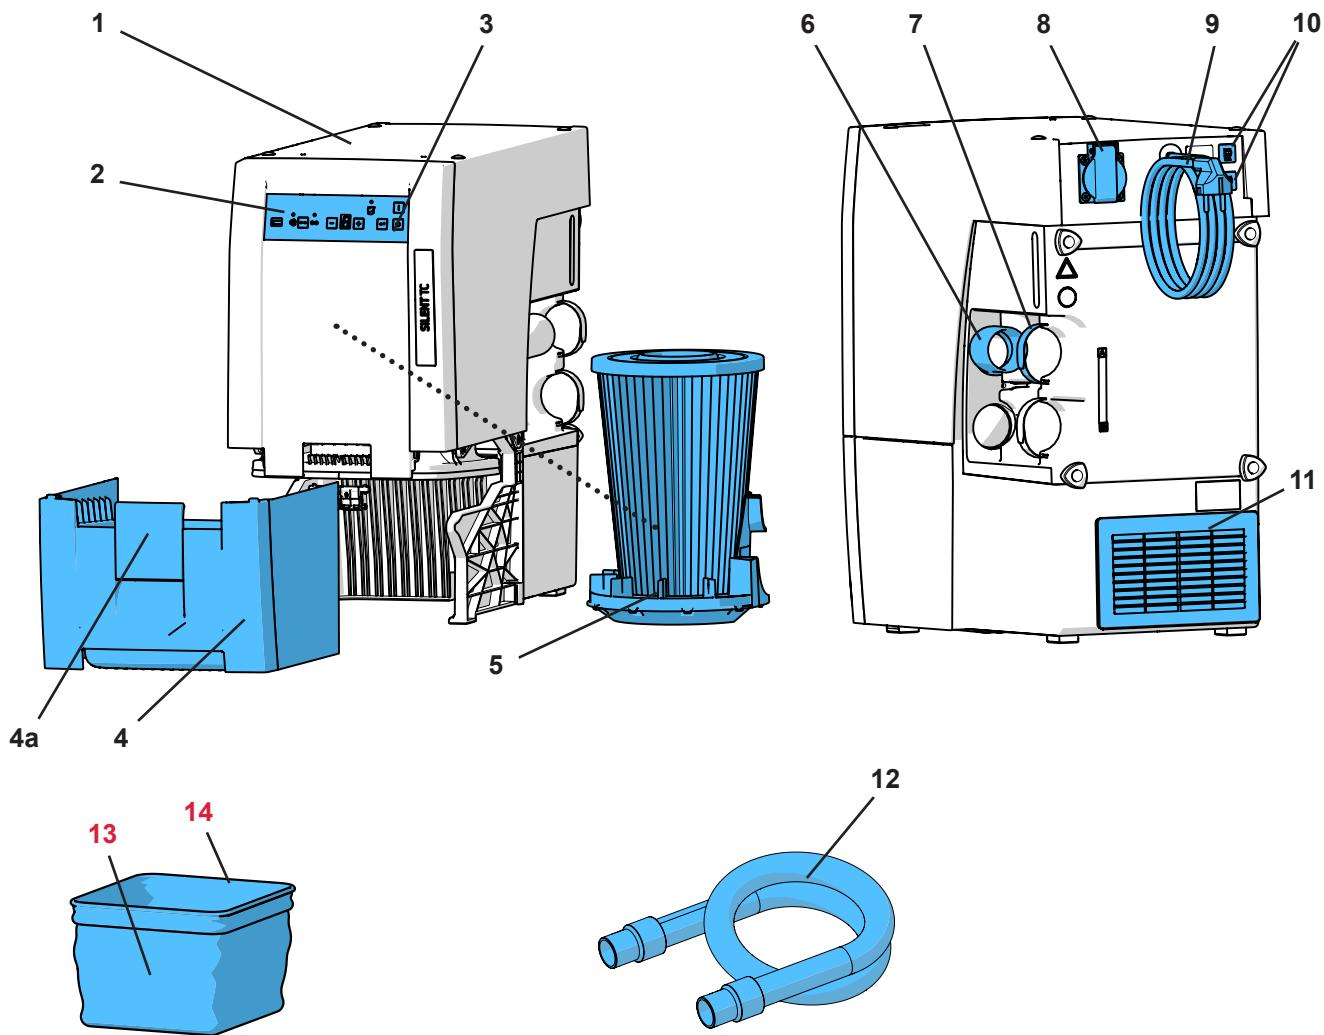

Fig. 1
- la fuoriuscita dell'aria di scarico (11, Fig. 1) non sia ostacolata.
- Utilizzare uno scarico aria esterno (A) (vedi cap. 4.6).
- Apertura sul lato posteriore dell'armadio (B), misure min. 250 x 120 mm, direttamente davanti all'uscita dell'aria (11, Fig. 1).
- Rimuovere il pannello posteriore dell'armadio (C), distanza del lato posteriore dell'armadio dalla parete min. 50 mm.
- ⇒ Svolgere il cavo di alimentazione (9, Fig. 1) e inserire la spina nella presa elettrica del locale.
L'aspiratore funziona dipendentemente dall'utensile elettrico collegato alla presa di ingresso (8, Fig. 1).